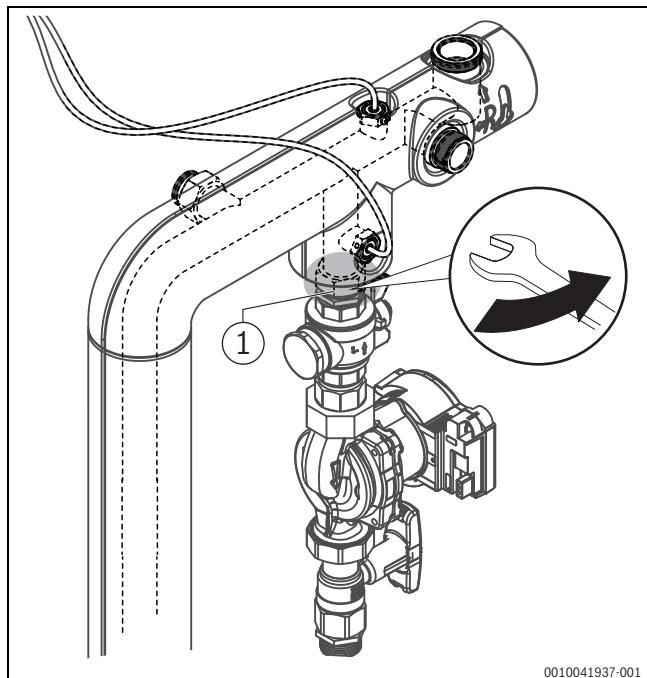

Bild 6 Lösen der Überwurfmutter
- Überwurfmutter oberhalb des oberen Kugelhahns lösen und Pumpenstrang um 90° nach rechts drehen (→Bild 6).